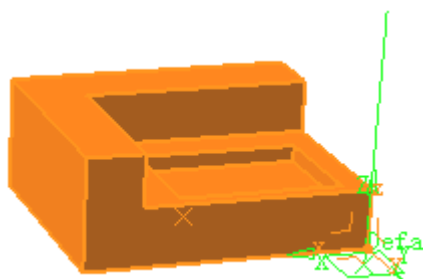
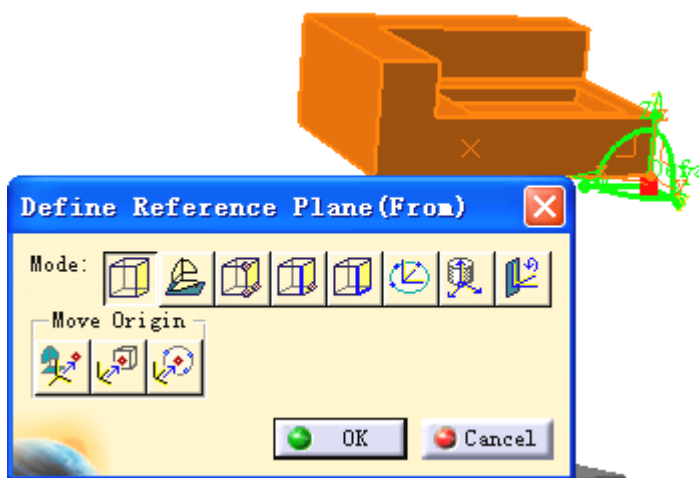

图 1-107 确定参考平面和参考点
图 1-108 定义参考平面对话框
- 用鼠标移动方形标记，在零件下侧适当的位置单击鼠标定位，确定参考平面和参考点（见图 1-107），出现定向符号和定义参考平面对话框如图 1-108 所示。